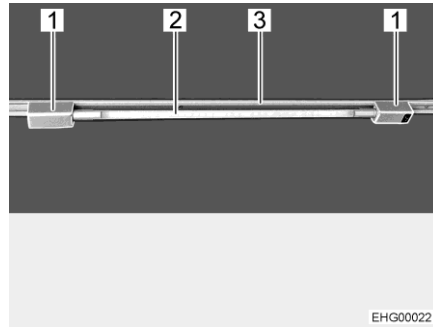

Bild 28 Lysrör
- Sätt in båda hållarna (Bild 28,1) i skenan (Bild 28,3). Vrid hållaren med 90°.
- Sätt in ljuskällan (Bild 28,2) i en av hållarna.
- Vrid på ljuskällan (Bild 28,2) tills önskad ljusstyrka har uppnåtts.